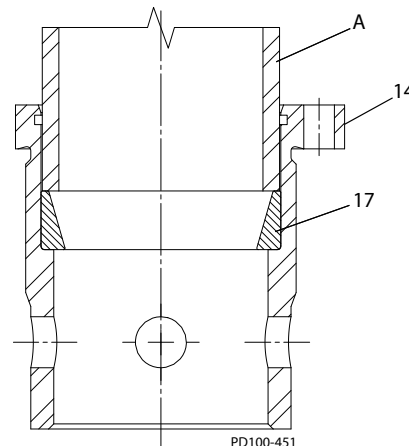

Abb. 46- Einpressen des Lageraußenrings
1. Pressen Sie den Lageraußenring (Abb. 46, Einzelheit 17) mit einem Einpresswerkzeug (Pos. A) in das Lagergehäuse (Pos. 14).